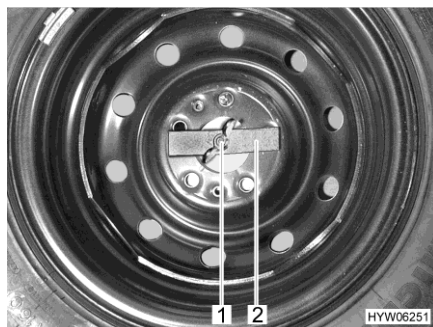

Fig. 187 Ruota di scorta nel gavone di coda
- Svitare manualmente il dado ad alette (Fig. 187,1) e rimuoverlo.
- Rimuovere la barretta di compressione (Fig. 187,2).